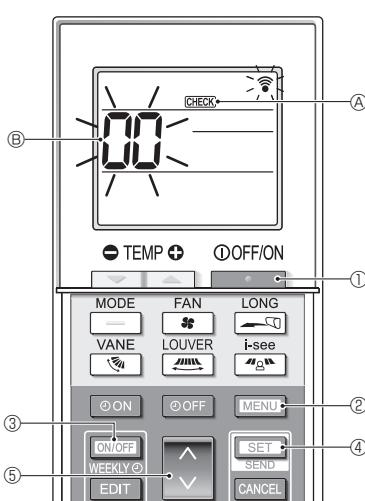

Fig. 7-6
7.3.2. Για το τηλεχειριστήριο (Fig. 7-6)